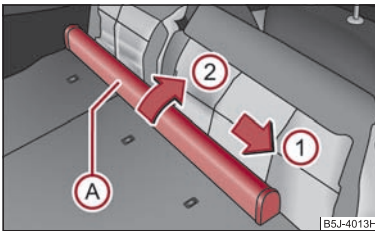

Abb. 68 Rücksitze: Gepäcknetztrennwandgehäuse
- Schieben Sie das Gepäcknetztrennwand (A) → Abb. 68 in Pfeilrichtung (1) und nehmen Sie es aus der Aufnahme der rechten Rücksitzlehne in Pfeilrichtung (2) heraus.